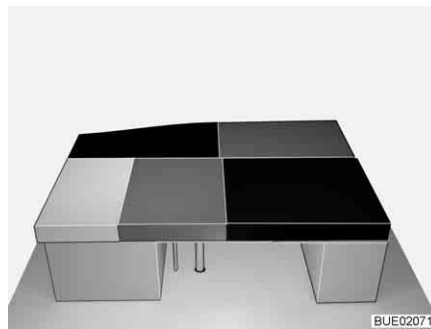

Fig. 146 Dopo la trasformazione
- Posizionare il cuscino aggiuntivo sul tavolo (vedi Fig. 146).